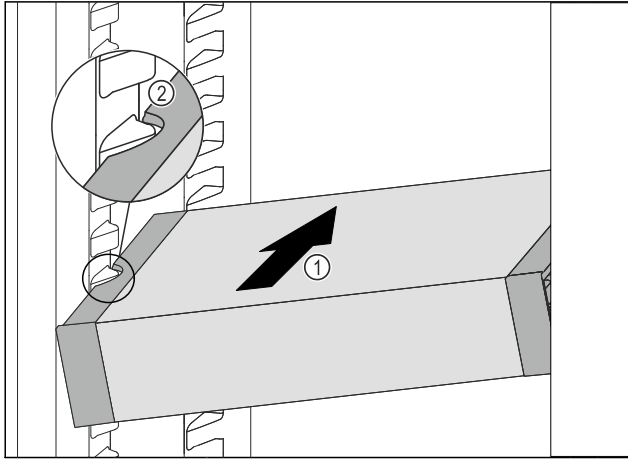

Fig. 129
- ▶ VarioSafe schuin in het koelgedeelte schuiven Fig. 129 (1), tot de uitsparingen aan de zijkant Fig. 129 (2) van de VarioSafe op de hoogte van de rib in het koelgedeelte zitten.